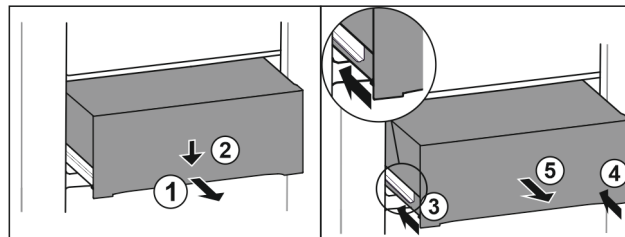

Fig. 208
- Extrageți pe jumătate sertarul. Fig. 208 (1)
- Apăsăți în jos sertarul pe partea frontală. Fig. 208 (2)
- Inserați șina stângă aproximativ 2 cm. Fig. 208 (3)
- Inserați șina dreaptă aproximativ 2 cm. Fig. 208 (4)
- Extrageți sertarul spre înainte. Fig. 208 (5)